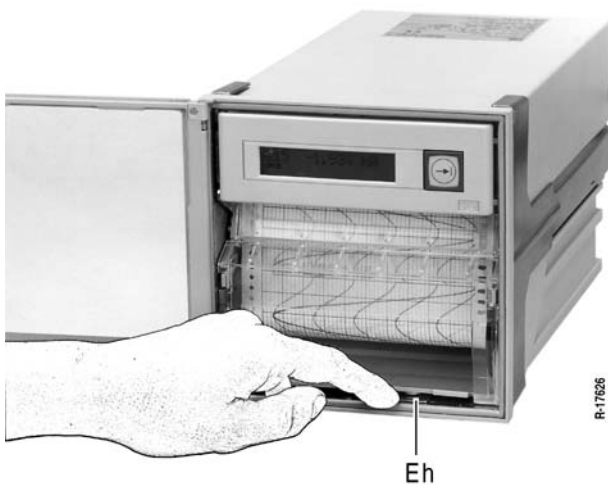
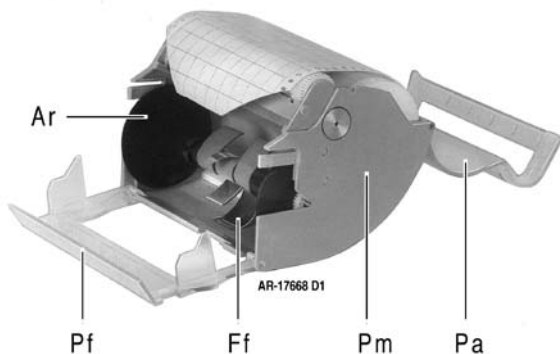
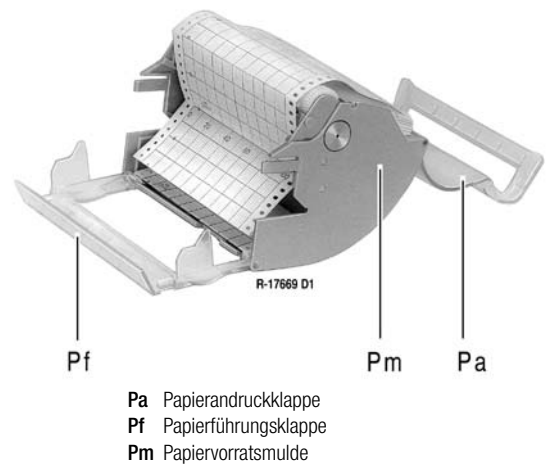

Bild 5 Schreibtisch entriegeln
Bild 6 Schreibtisch für Rollstreifen
Bild 7 Schreibtisch für Faltstreifen
Schreibtisch für Rollstreifen (siehe Bild 5 und Bild 6)
1. Schreibtisch entriegeln: Entriegelungshebel **Eh** nach unten drücken (siehe Bild 5). Schreibtisch schwenkt nach vorne. Schreibtisch herausnehmen.
Schreibtisch für Faltstreifen (siehe Bild 5, Bild 6 und Bild 7)
Beim Umstellen des Schreibtisches für Rollstreifen auf Faltstreifen Führungsfeder **Ff** und Aufwickelrolle **Ar** herausnehmen (s. Bild 6).
1. Schreibtisch entriegeln: Entriegelungshebel **Eh** nach unten drücken (siehe Bild 5). Schreibtisch schwenkt nach vorne.